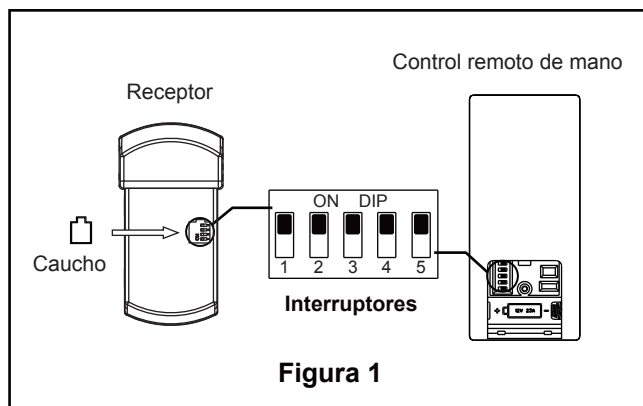

Figura 1
- ☐ 1. Para configurar el código de unidad del receptor. Deslice los interruptores de código a las mismas posiciones que en el transmisor. Si completa el proceso de configuración, coloque la caucho (incluido) en la unidad del receptor. (Figura 1)